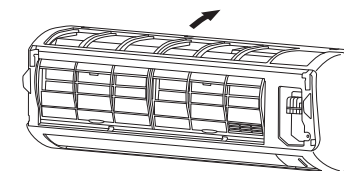

Fig. 3-43
- (1) Durante l'installazione della griglia, posizionare prima il fondo della griglia nel telaio. (Fig. 3-43)